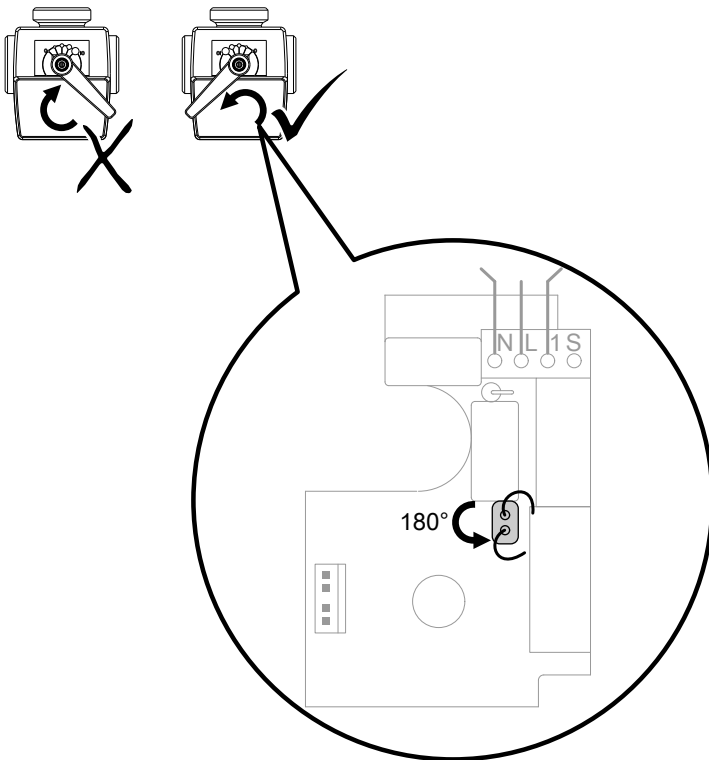

Abb. 17
2. Zum Ändern der Drehrichtung den Stecker um 180° drehen (siehe Abb. 17).